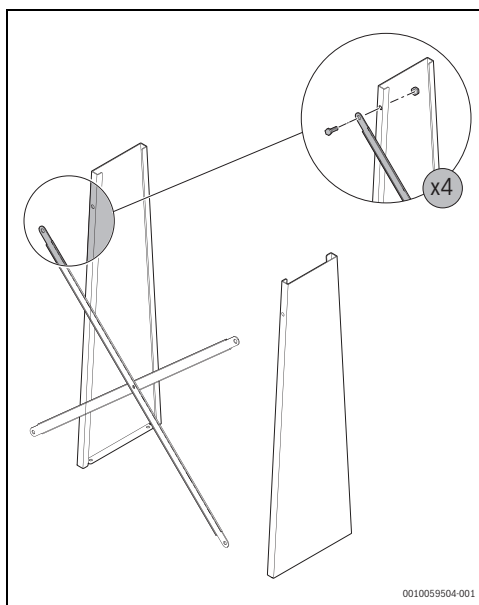

Fig. 30
- Insérer le support en croix (voir fig. 30).